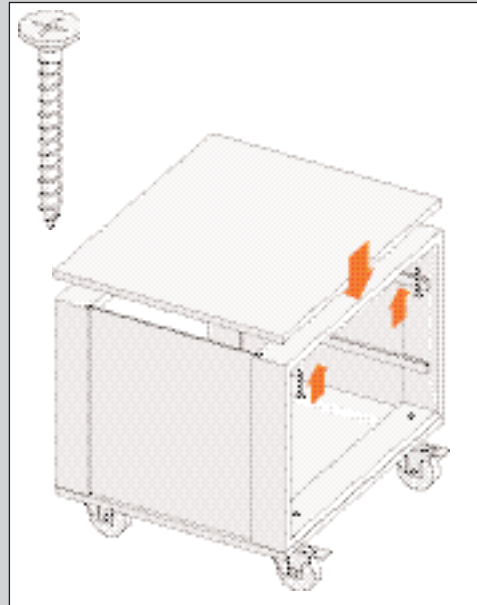

ABBILDUNG 11
5. Montieren Sie den Abdeckboden auf dem Rahmen des Schubladenblockes und befestigen Sie ihn von unten her mit dem Rahmen des Schubladenblockes (siehe Abb. 11).